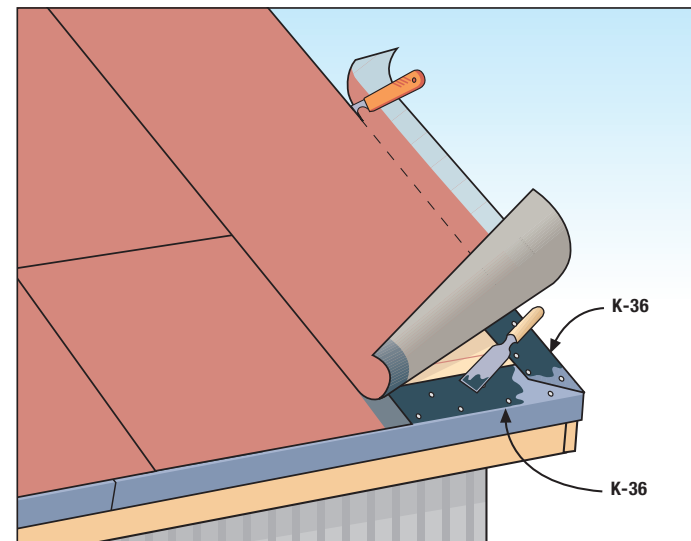
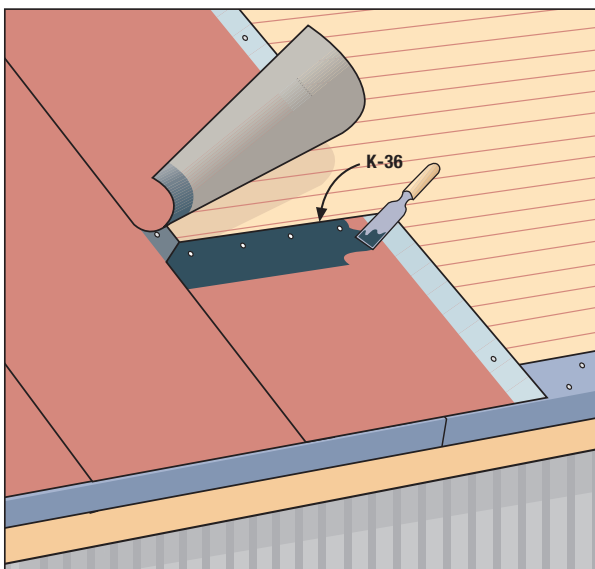
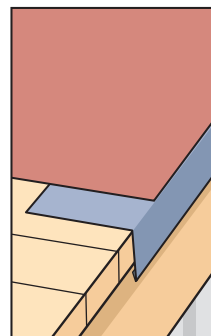
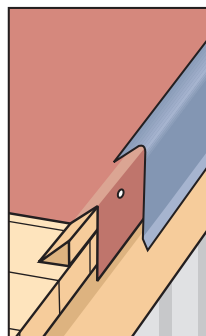

Bild 6
Bild 7
Bild 8a
Bild 8b
Den sista våden skärs längs med gavelkanten och klistras noga i fotplåten med Tätklister K-36 (**bild 6**). Om våden monteras i två delar (**bild 7**) ska den första biten fästas i takfoten och spikas fast i övre ändan på samma sätt som vid nocken. Den andra biten överlappas med 15 cm på den förra, spikas fast i nocken och nedre ändan limmas på den undre ändan.
I lodrät montering gör man som i punkt 3.a (**bild 6**) då fotplåtar monteras på gavelkanten (**bild 8a**). Om gavelkanten höjs upp (**bild 8b eller 8c**) t.ex. med en trekantlist eller en snedskuren bräda ska våderns kanter gå över gavelkanten och nå 1-2 cm över brädläggningens undre kant som en s.k. översvämningstvåd. Ovanpå monteras en separat takkantsplåt som ska bockas enligt måtten på förhöjningen och fästas med tätande takskrubar utanpå krönet eller i takkantens övre yta.
**7. TopTites tvärskarvar** görs med 15 cm överlappning (**bild 7**). Skär snett bort en bit från ena hörnet av båda våderna (i gavelkanten från den som blir underst) och spika fast den understa ändan i underlaget. I fogen bredds ett ca 1 mm tjockt lager Tätklister K-36 varefter ändarna trycks tätt fast på varandra. Ta bort överflödigt lim som pressas ut vid kanten. Tätklister K-36 torkar till sin slutliga hårdhet inom 2 veckor.